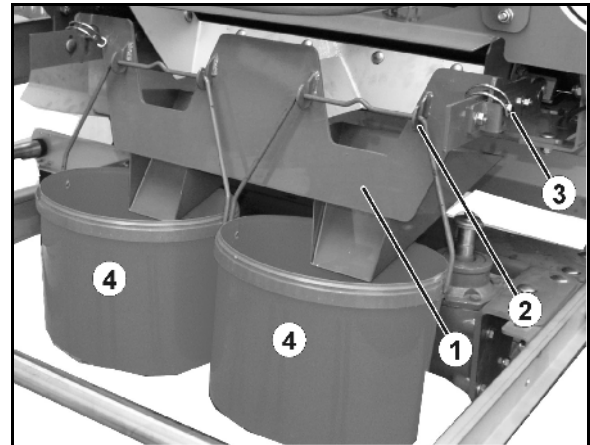

Рис. 85
6. Устройство для контроля нормы внесения (Рис. 85/1) навесьте в накладки (Рис. 85/2) и закрепите при помощи пальца с пружинной защелкой (Рис. 85/3).
7. Навесьте на крюки под выпускными отверстиями в зависимости по одному ведру (Рис. 85/4) an den Haken einhängen.